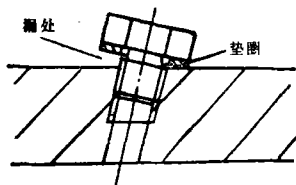

图 4
(5) 液压、润滑及冷却系统中螺塞、管接头体等与部件的连接密封许多是靠各种垫圈(如金属垫圈、组合垫圈等)。但经常发生下述装配不当现象:
①加工螺纹的中心线与密封面不垂直(图 4),装配后密封垫圈不起密封作用。改进措施:将密封面铣成与螺纹中心线垂直。